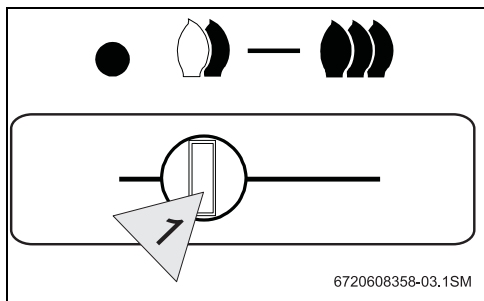

Fig. 4
- ▶ Commuter, en premier lieu, le bouton de réglage coulissant de la position « Éteindre » à la position « Allumer » (→Fig. 4).